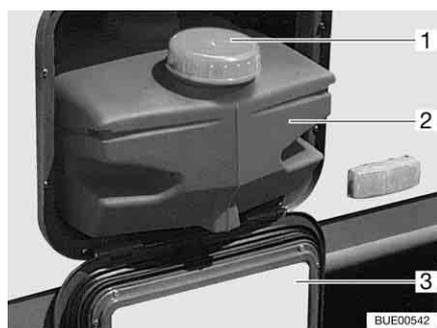

Fig. 177 Depósito de agua 22 l
Durante el transporte cierre el depósito de agua con la tapa de cierre (Fig. 177,1).
- Abrir la trampilla de servicio (Fig. 177,3) (véase el capítulo 6).
- Extraer el depósito de agua (Fig. 177,2).
- Extraer el depósito de agua (Fig. 177,2) y vaciar.